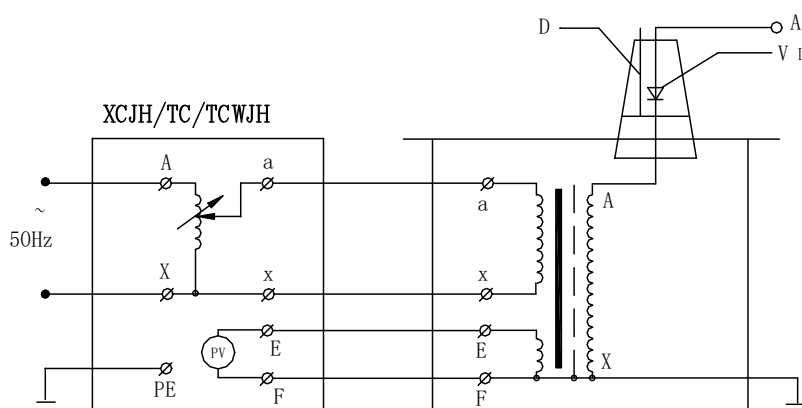

图 4：单台 YDJZ 油浸式试验变压器原理图
2、单台 YDJZ 油浸式试验变压器的工作原理图见图 4, 图中高压套管中装有高压硅堆, 串接在高压回路中作半波整流, 以获得直流高电压。当用一短路杆将高压硅堆短接时, 可获得工频高电压, 作为交流输出状态; 取消短路杆时, 作为直流输出状态。